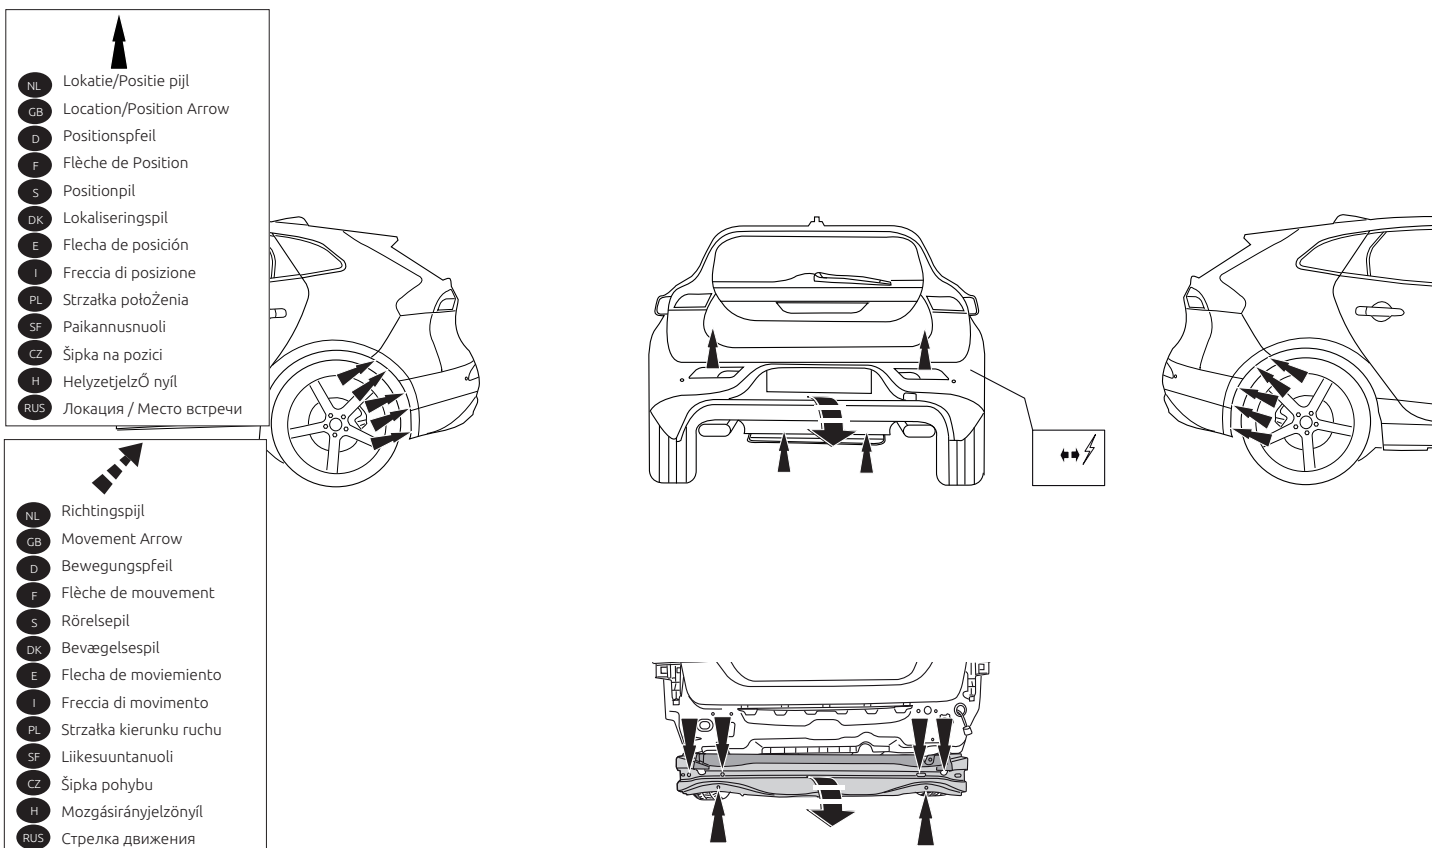

Fig. 1
1. Die Stoßstange einschließlich des stählernen Stoßbalkens vom Fahrzeug abmontieren. Siehe Abbildung 1.
3. Voir la figure 1.
1. Demonter kofangeren, inklusive køretøjets stålstødbjælke. Se fig. 1.
1. Снять бампер вместе со стальным буферным брусом автомобиля. См. рисунок 1.